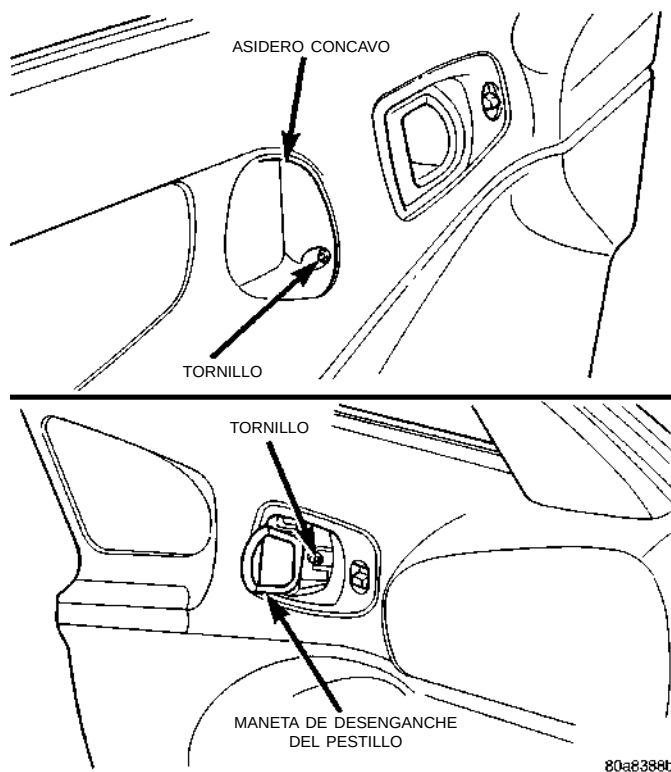

Fig. 45 Panel tapizado de la puerta trasera
- (1) Libere el pestillo de la puerta y abra la puerta.
- (2) Baje el vidrio de la ventanilla.
- (3) Retire la manivela reguladora de la ventanilla.
- (4) Retire el tornillo del interior del asidero cóncavo del reposabrazos.
- (5) Retire el tornillo de detrás de la maneta interior de liberación del pestillo (Fig. 45).
- (6) Desenganche los dispositivos de fijación que sujetan el tapizado al panel de la puerta, alrededor del perímetro del panel tapizado.
- (7) Desenganche el panel tapizado de la canaleta de retención en el burlete interior de la parte superior de la puerta, levantándolo y sacudiéndolo suavemente.
- (8) Incline la parte superior del panel tapizado separándolo de la puerta y desenganche el collarín que sujeta la varilla del pestillo a la maneta.
- (9) Separe la varilla del pestillo de la maneta.
- (10) Separe el panel tapizado de la puerta.